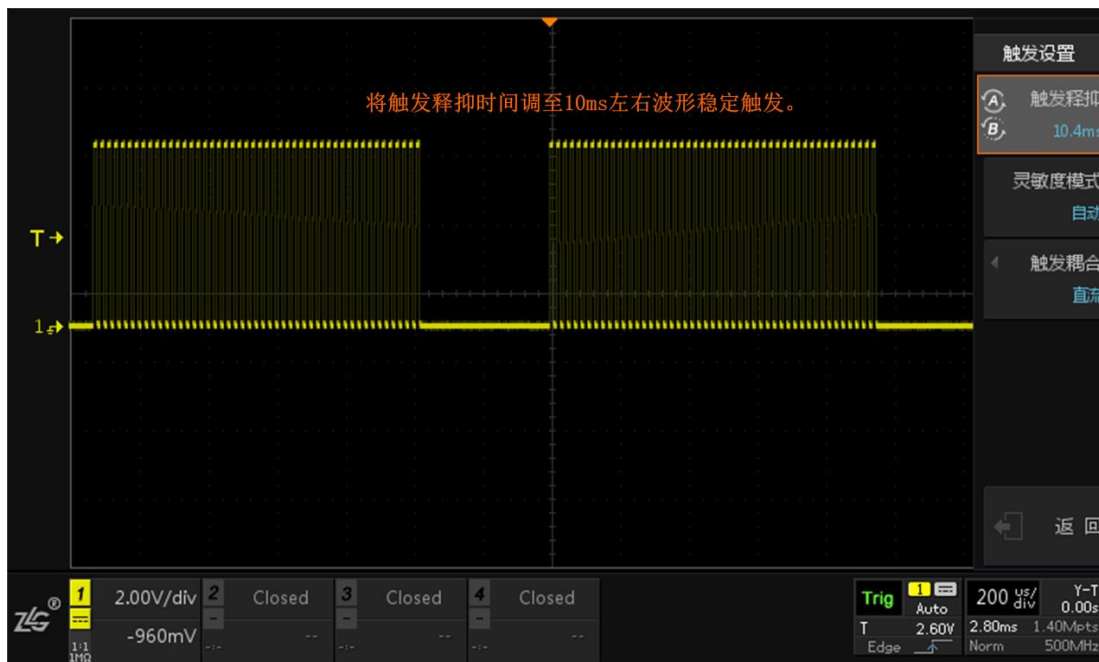

图 10.17 波形稳定显示
- 旋转旋钮 A 或 B 对触发释抑时间进行调节直至波形可稳定触发即可，如图 10.17 所示，根据信号特征调制频率为 100Hz，周期为 10ms，将触发释抑时间可以大致调为 10ms 左右即可稳定触发。